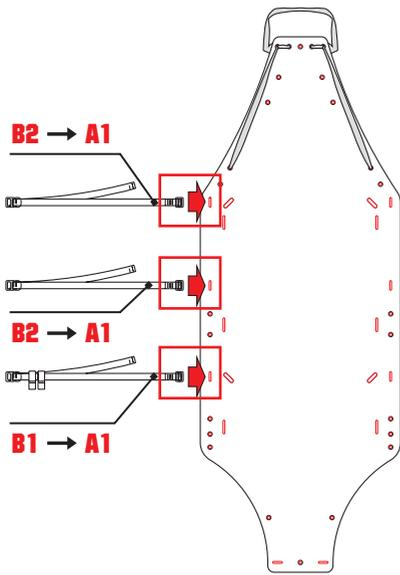

Fig.13
- inserire le fettucce (B1 e B2) nelle asole A1 del piano di appoggio (fig. 13),